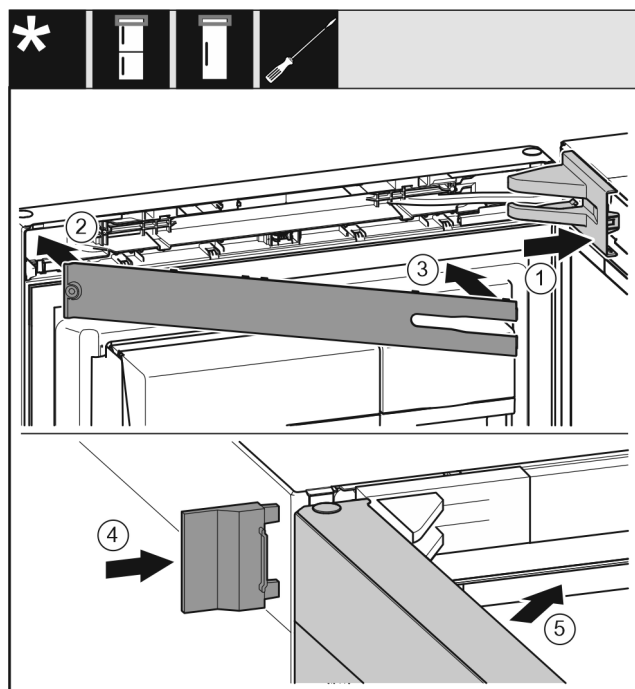

Fig. 31
- 放上并插入托架盖 Fig. 31 (1)，如有必要小心地按压分开。
- 盖上隔板 Fig. 31 (2)。
- 隔板 Fig. 31 (3)。
- 插入外盖 Fig. 31 (4)。
- 关闭冰箱上方门 Fig. 31 (5)。